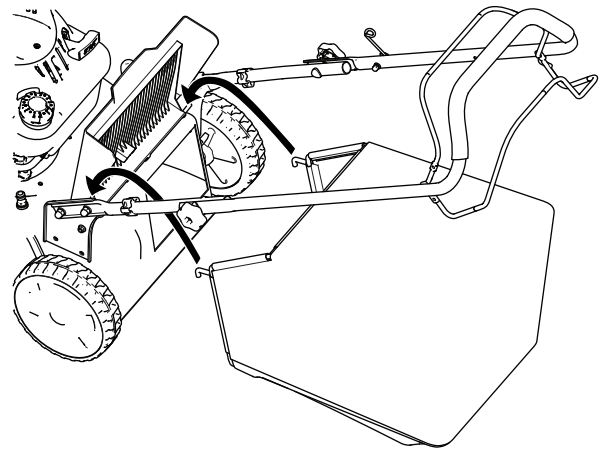

Bild 17
2. Heben Sie die Heckklappe an und halten Sie sie hoch (Bild 17).
3. Setzen Sie den Grasfangkorb ein, stellen Sie sicher, dass die Stifte am Fangkorb in den Kerben am Griff sind (Bild 17).
1. Heben Sie die Heckklappe an und halten Sie sie hoch (Bild 17).